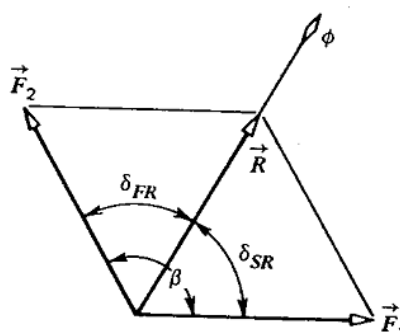

Figura 3- Vetores das FMM em uma máquina síncrona.
- Encontre $|\vec{R}|$, δ_{SR} e δ_{FR} , conforme Figura 3, sendo β o ângulo entre $\vec{F}_2$ e $\vec{F}_1$, δ_{SR} o ângulo entre $\vec{F}_1$ e $\vec{R}$ e δ_{FR} o ângulo entre $\vec{F}_2$ e $\vec{R}$.